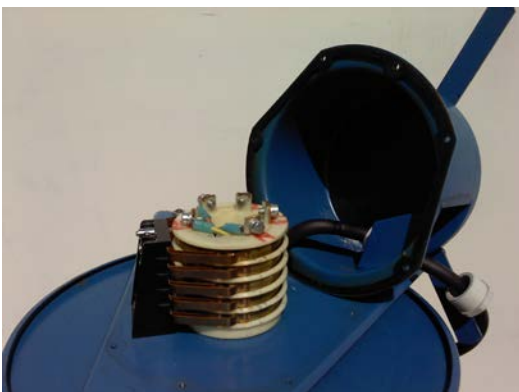

Bild 2: Schleifringe
2. diese Zuleitung im Innern über Schleifringe (Bild 2) mit der Verbindungsleitung verbunden ist, so dass sich die Hilfstrommel mit der Zuleitung nicht mit drehen kann.